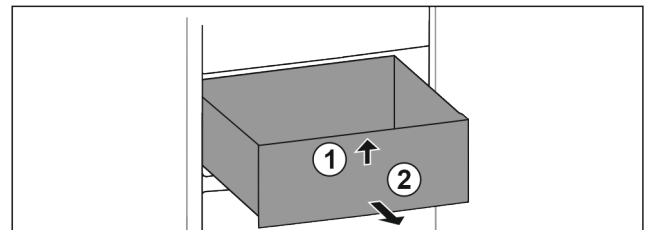

Fig. 99
- ▶ Schubfach vorne anheben. Fig. 99 (1)
- ▶ Schubfach nach vorne entnehmen. Fig. 99 (2)